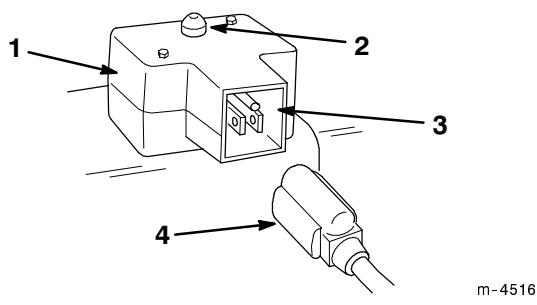

Figure 23
- Démarreur électrique** (Fig. 23)—Appuyez sur le bouton du démarreur pour mettre le moteur en marche.
- Cordon d'alimentation** (Fig. 23)—Connectez le cordon au démarreur électrique et branchez-le dans une prise de courant avant de mettre le moteur en marche.
- A. Raccordez le cordon d'alimentation à la déneigeuse (Fig. 23) et branchez-le dans une prise de courant standard.